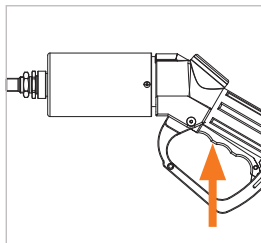
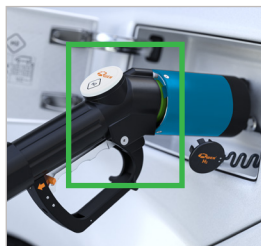

Figure 12
Figure 13
- ▶ Tournez le levier de commande (pos. 7) de la poignée (pos. 8) entièrement vers le haut en position ON (Figure 12) jusqu'à encliquetage clairement audible et jusqu'à ce que la bague verte soit visible (Figure 13).